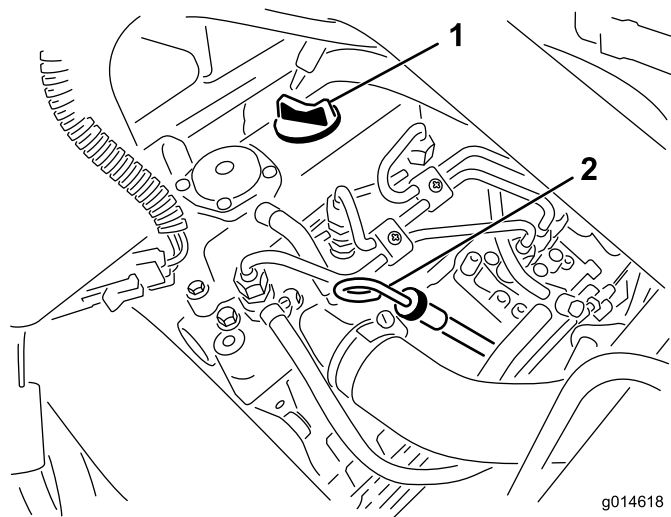

Figura 29
2. Retire a vareta e limpe-a com um pano limpo (Figura 29).